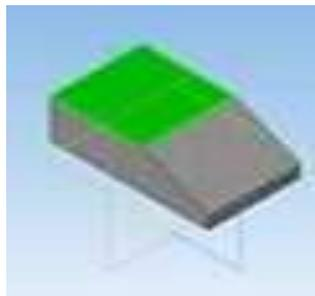

Рисунок 13.22 – Выбор поверхности для черчения
9. Выберите верхнюю поверхность (рисунок 13.22), затем Эскиз.